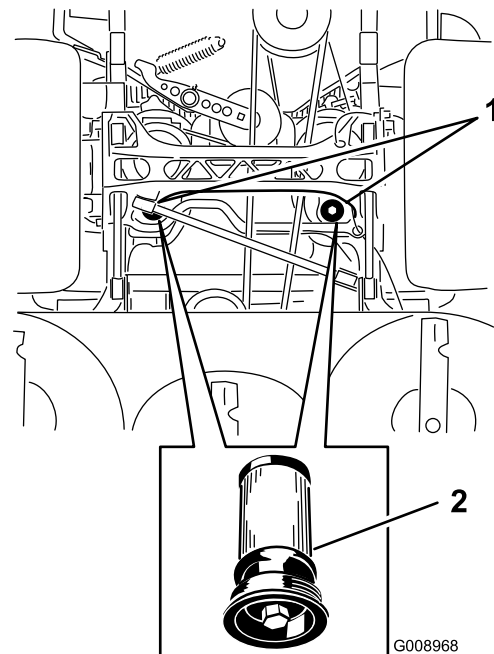

Figura 92
5. Coloque un recipiente debajo del filtro, retire el filtro usado y limpie la superficie (Figura 92).
6. Aplique una capa fina de aceite hidráulico a la junta de goma del filtro nuevo (Figura 92).